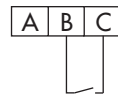

Fig. 15 : Raccordements électriques
3. Acheminer les câbles jusqu'aux bornes du boîtier en fonction du brochage (cf. Fig. 15, page 55).